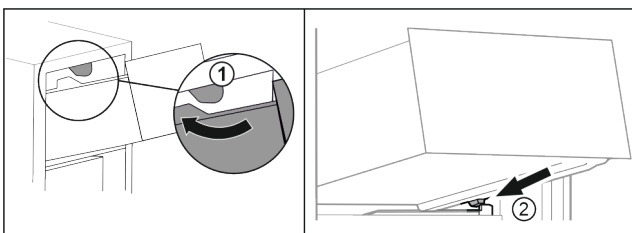

Fig. 74
- ▶ Schubfach um die oberen Stopper herumführen. Fig. 74 (1)
- ▶ Schubfach schräg hinter den unteren Stoppern auf Behälterrippe aufsetzen. Fig. 74 (2)